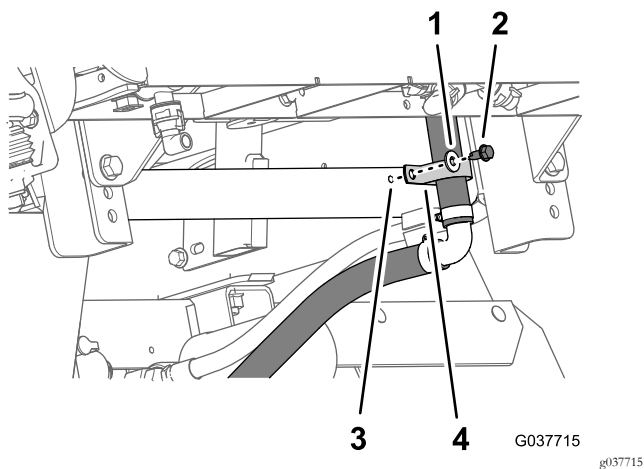

図 79
3. バイパスホースの底部を機体の後部サドルプレートに固定する 図 79 サポートクランプ、フランジヘッドボルト 5/16 x 3/4 インチ、ワッシャを使用する。